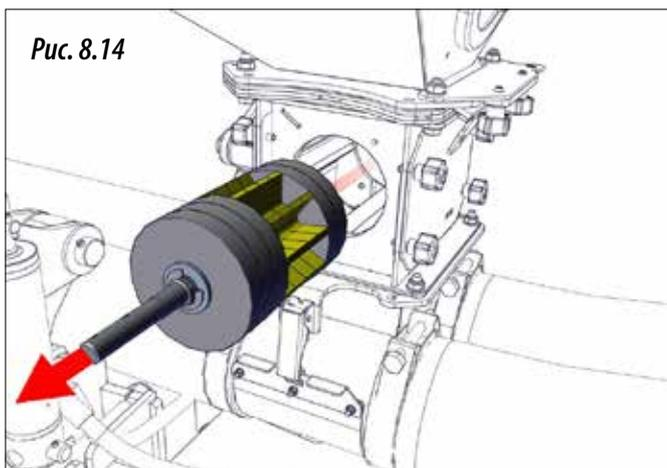

Рис. 8.14
- 3- Снимите боковую опору (рис. 8.13) и извлеките ролик (рис. 8.14).